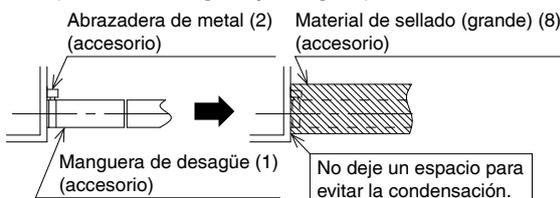
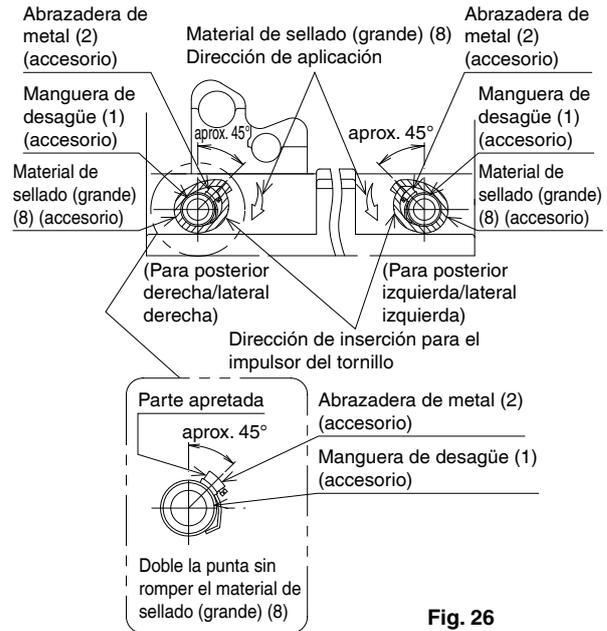

Fig. 25
Fig. 26
- Asegúrese de usar la manguera de desagüe incluida (1) y la abrazadera de metal (2). Además, inserte la manguera de desagüe (1) en la raíz del conector de desagüe, y apriete la abrazadera de metal (2) en la raíz del conector de desagüe firmemente. **(Consulte la Fig. 25 y la Fig. 26)**
(Instale la abrazadera de metal (2) de tal forma que la parte de apriete esté en el rango de aproximadamente 45° como se muestra en la Fig. 26.)
- Doble la punta de la abrazadera de metal (2) de tal forma que el material de sellado (grande) (8) que va a usar en el paso siguiente no se rompa con la punta de la abrazadera de metal (2). **(Consulte la Fig. 26)**
- Cuando lleve a cabo el aislamiento, enrolle el material de sellado (grande) (8) incluido, comenzando por la base de la abrazadera de metal (2) y la manguera de desagüe (1) en dirección de la flecha. **(Consulte la Fig. 25 y la Fig. 26)**